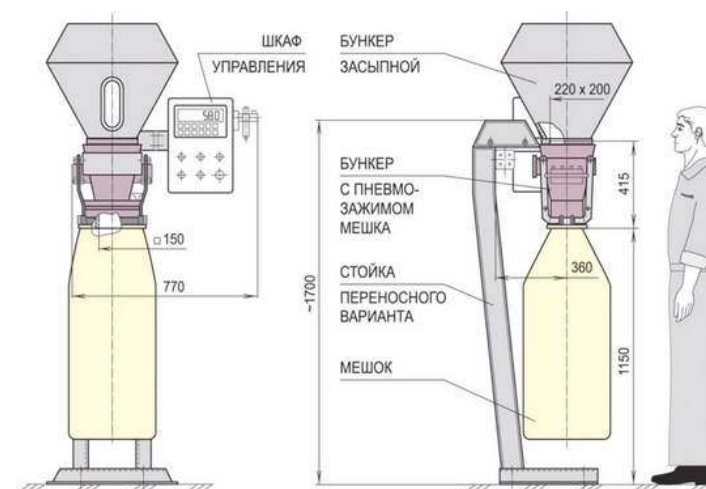

Рисунок 1 – Общий вид дозатора фасовочного «Дора»
2. Дозатор закрепляется на специальной стойке и устанавливается на полу цеха под горловиной засыпного бункера (см. Рисунок 1).